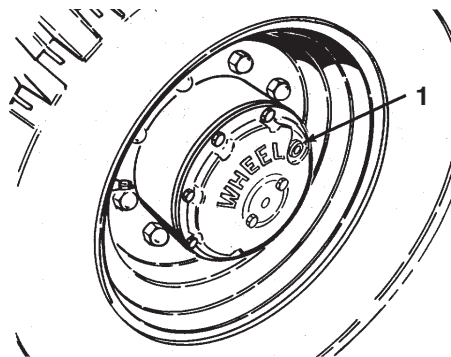

Figure 53
1. Garez la machine sur une surface plane et horizontale, tournez la roue de manière que le bouchon de contrôle/vidange se trouve à la position 3 heures ou 9 heures (Fig. 53).
3. Quand l'huile est vidangée, tournez la roue de sorte que l'orifice soit à la position trois ou neuf heures (Fig. 53).